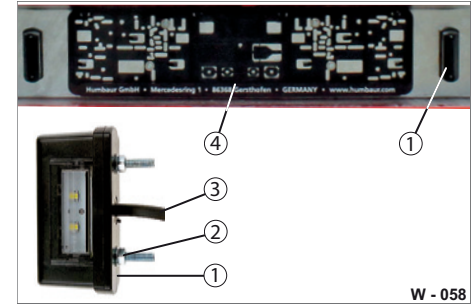

Abb. 60 Kennzeichen-Beleuchtung
- ▶ Lösen Sie die Schraubverbindungen (Abb. 60/2).
- ▶ Lösen Sie den Anschlusskabel mit Steckverbindung (Abb. 60/3).
- ▶ Ersetzen Sie die komplette LED-Leuchte (Abb. 60/1).